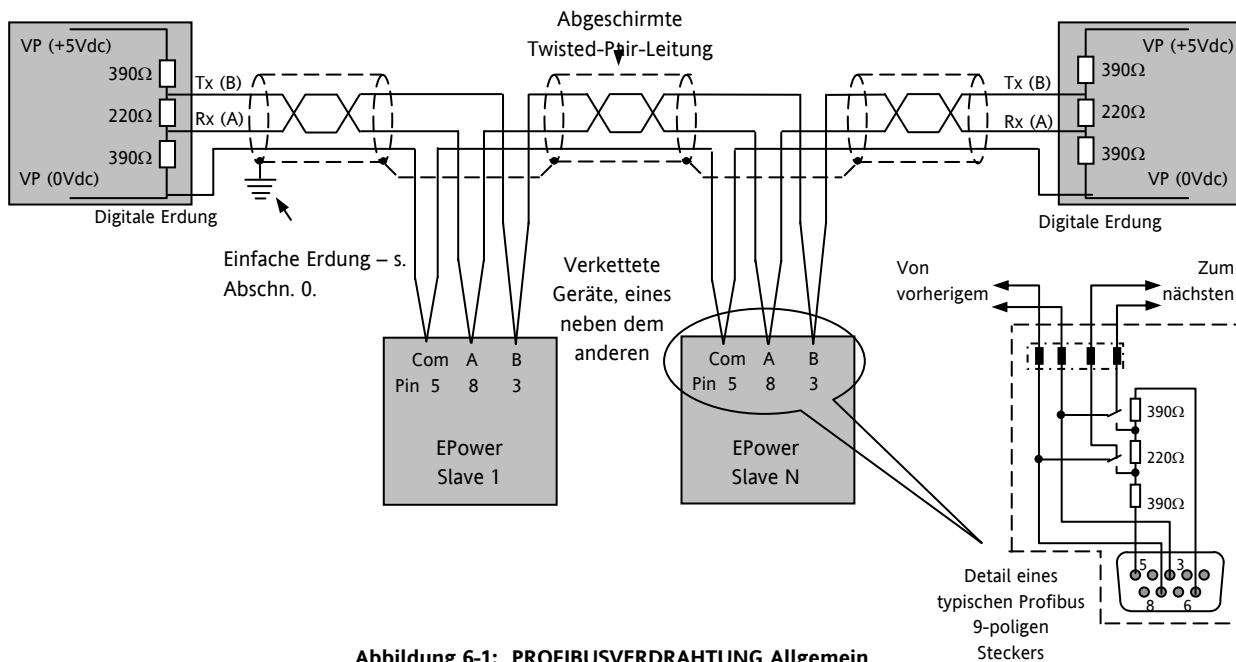

Abbildung 6-1: PROFIBUSVERDRAHTUNG Allgemein
Die in Abschnitt 1.5 beschriebenen Verdrahtungsprinzipien gelten für Profibus. Wie Sie in Abbildung 6.1 sehen, unterscheidet sich der Leitungsabschluss von den EIA485 Standard.
6. Stellen Sie sicher, dass der Endknoten an der Übertragungsleitung (gleich, um welches Instrument es sich handelt) richtig abgeschlossen wird mit drei Widerständen wie in Abbildung 6-1:PROFIBUSVERDRAHTUNG Allgemein
4. Stellen Sie sicher, dass der Endknoten an der Übertragungsleitung (gleich, um welches Instrument es sich handelt) richtig abgeschlossen wird mit drei Widerständen wie in Abbildung 6-1: PROFIBUSVERDRAHTUNG Allgemein